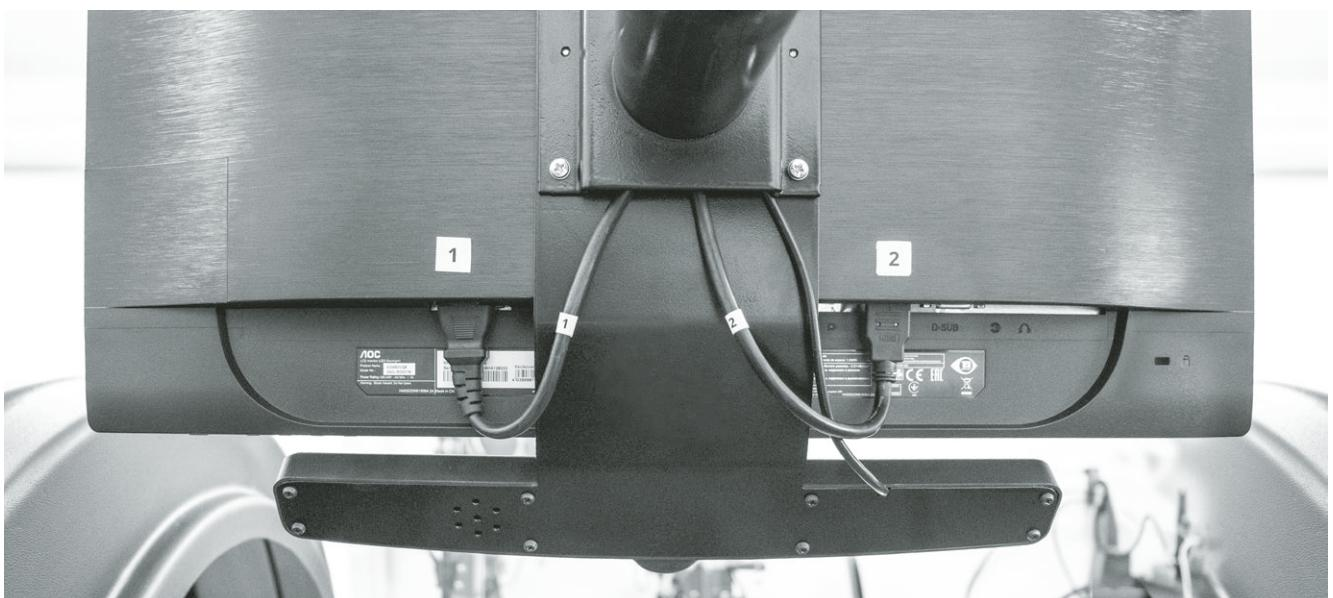

Рис. 3. Внешний вид монитора и клавиатуры.
Внешний вид и описание функционала монитора и клавиатуры указаны на рис. 3, 4, 5.
- 6.1.4. Закрепите монитор на пластине стойки винтами с шайбами (входят в комплектацию монитора), подсоединить кабели к соответствующим разъемам на задней стенке монитора. (1-1, 2-2). См. рис. 3.